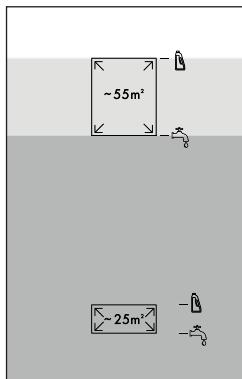

Abb. 9
- ◆ Füllen Sie für große Flächen (bis zu 55 m²) Leitungswasser oder destilliertes Wasser bis zur dritten Füllstand-Markierung in den Frischwasserbehälter ⑪ (siehe Abb. 9).
- ◆ Füllen Sie für große Flächen (bis zu 55 m²) Reinigungsmittel bis zur vierten Füllstand-Markierung in den Frischwasserbehälter ⑪ (siehe Abb. 9).